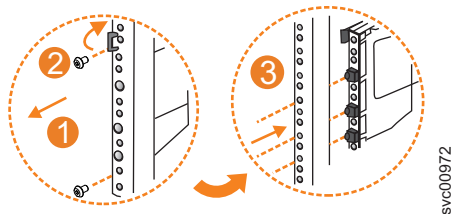

Figure 132. Retirez le guide du support de châssis avant
1. Retirez les deux vis qui fixent la section de glissière externe à l'assemblage de support avant, comme indiqué dans la figure 132.
2. Retirez la section de glissière en l'éloignant du support avant, comme indiqué dans la figure 132.